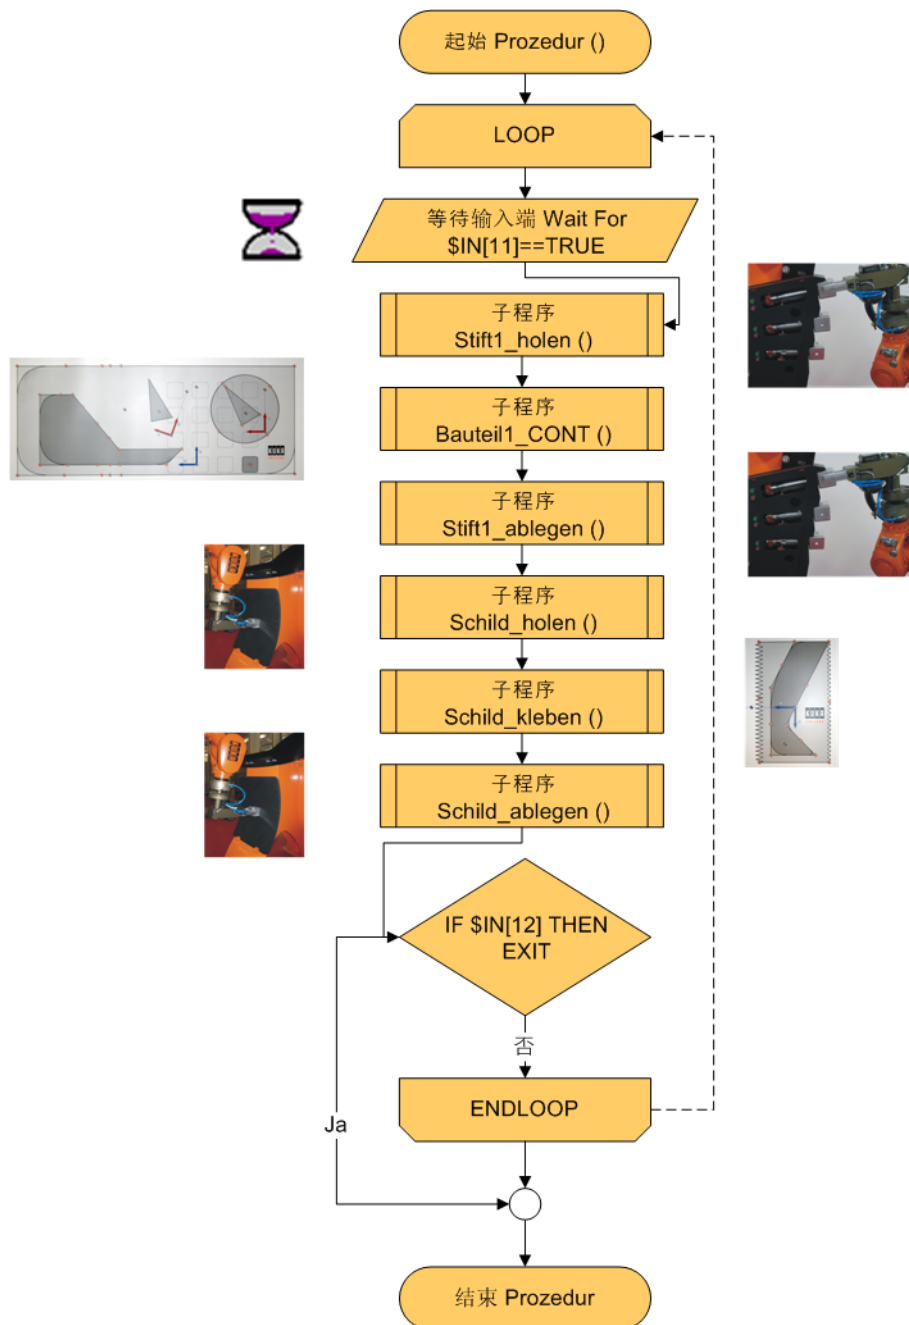

图 10-19: 程序流程图：程序过程
2. 准确的程序流程见程序流程图。(>>> 图 10-19)